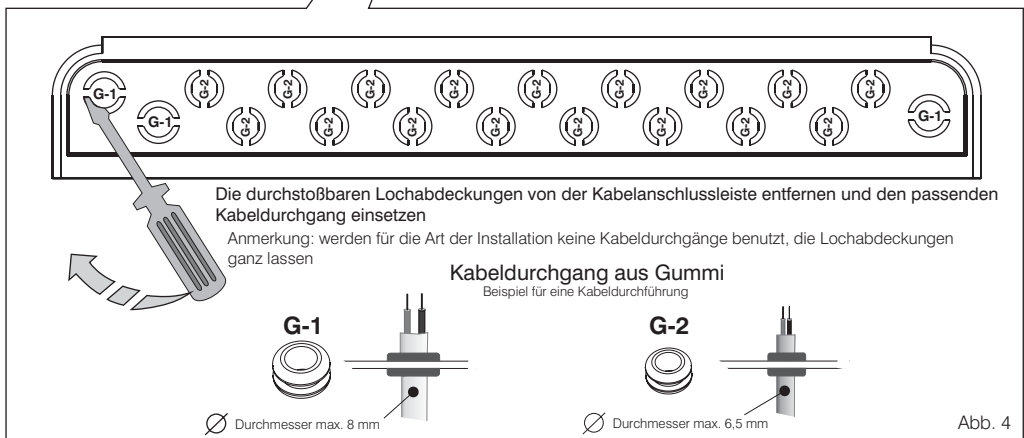

Abb. 4
- Die Kabelanschlussleiste **B** herausnehmen und die Lochabdeckungen aus Kunststoff mit Hilfe eines geeigneten Werkzeuges entfernen (Abb. 4)